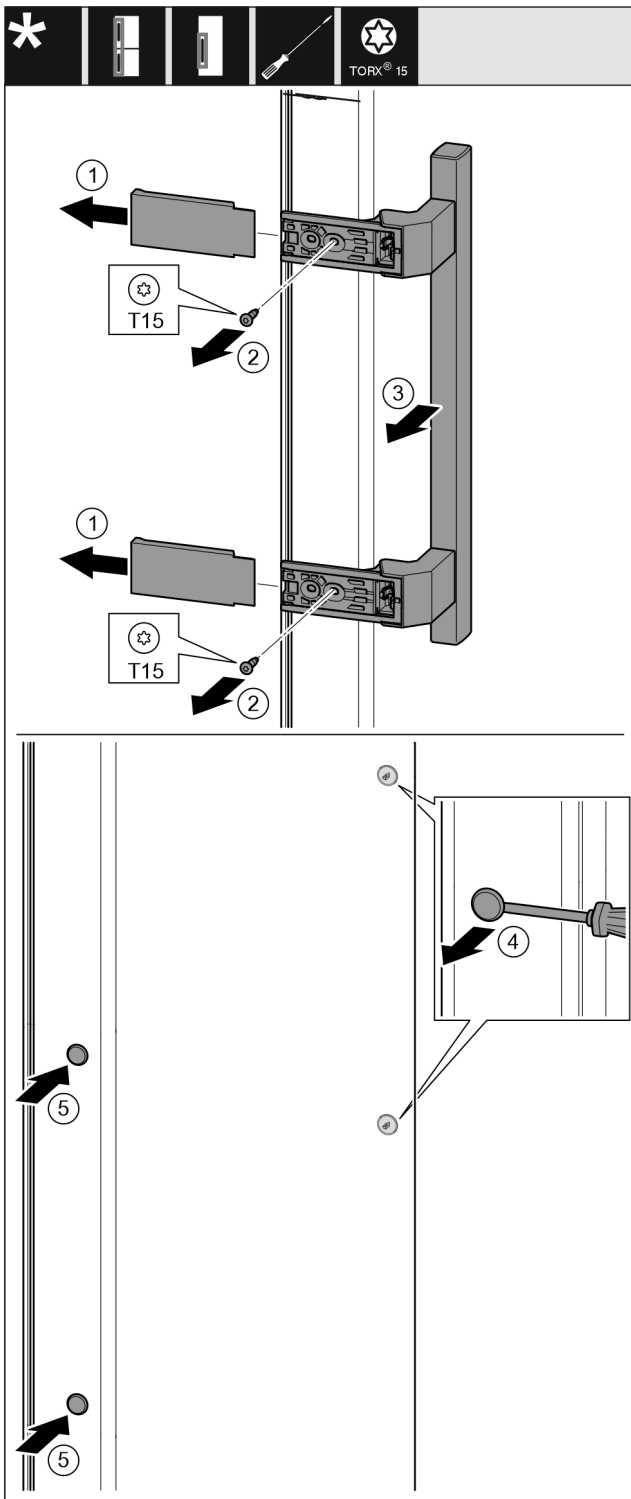

Fig. 10
- ▶ Trekk av dekselet. Fig. 10 (1)
- ▶ Skru ut skruene med skrutrekkeren Torx 15. Fig. 10 (2)
- ▶ Fjern håndtaket. Fig. 10 (3)
- ▶ Løft pluggene på siden forsiktig med en skrutrekker og trekk dem ut. Fig. 10 (4)
- ▶ Sett igjen inn pluggen på den andre siden. Fig. 10 (5)